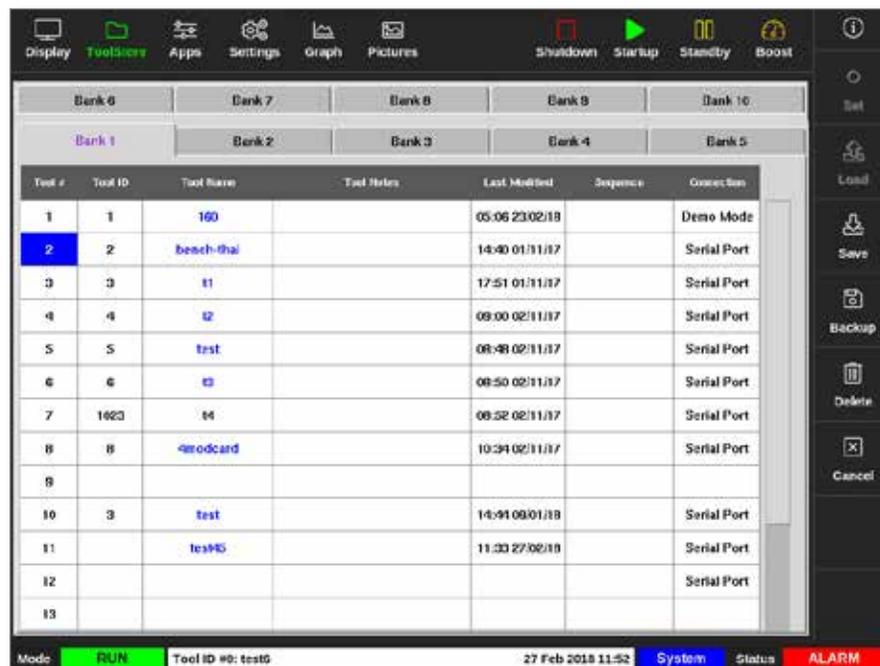

Figura 6-15 Seleccione la herramienta de la que desea hacer la copia de respaldo
2. Seleccione la herramienta de la que desea hacer la copia de respaldo. Consulte la Figura 6-15.